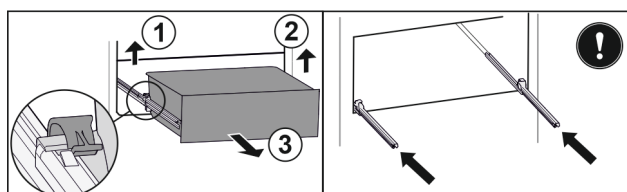

Fig. 180
- Sollevare il morsetto sinistro e allo stesso tempo tirare in avanti il cassetto sinistro. Fig. 180 (1)
- Sollevare il morsetto destro e allo stesso tempo tirare in avanti il cassetto destro. Fig. 180 (2)
- Rimuovere il cassetto tirandolo in avanti. *Fig. 180 (3)*